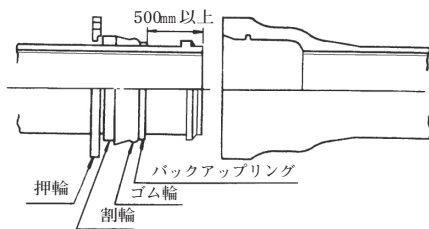

図14 接合部品のセット位置
- (2) 接合形式のゴム輪の表示 (S) を確認し、ゴム輪を清掃してゴム輪内面に滑剤を塗り、図14のように挿し口へセットする。
- (3) バックアップリングをきれいに清掃して、挿し口へセットする (バックアップリングについている補強板が挿し口端面側になるよう注意する)。